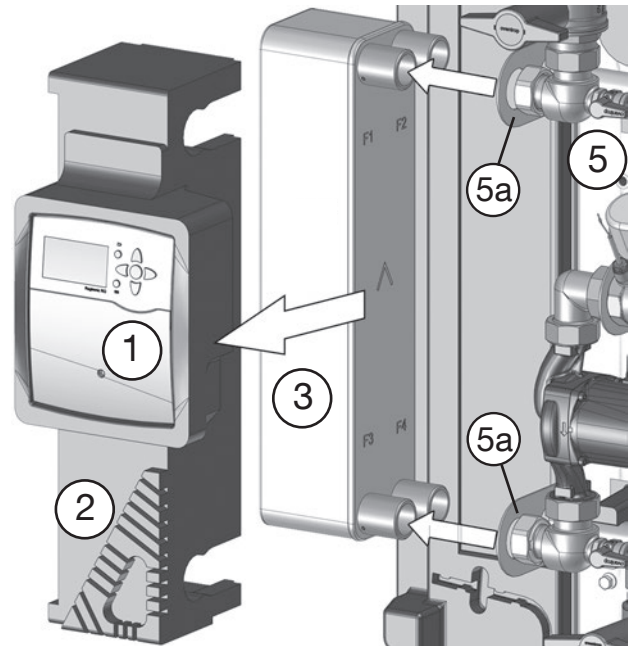

fig. 5.7: Retire el bloque del controlador y el intercambiador de calor
7. Retire el bloque del controlador (2) con el controlador (1) desde el intercambiador de calor tirando cuidadosamente hacia adelante (fig. 5.7 en la página 34).
8. Retire con cuidado el intercambiador de calor (3) de las dos correas (5a) de la placa base (5) y colóquelo sobre una superficie nivelada con las conexiones apuntando hacia arriba.